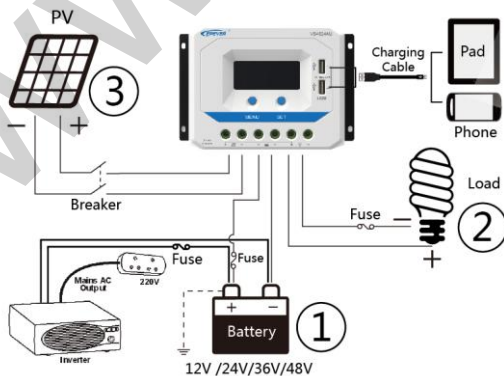

Рисунок 2 Схема и порядок подключения
(1) Подсоедините компоненты к контроллеру заряда в последовательности, показанной на рис. 2, и обратите особое внимание на «+» и «-». Не вставляйте и не вынимайте предохранитель из подключенной сети. При разборе системы последовательность должна быть обратной.
(2) После включения контроллера проверьте, включен ли LCD дисплей. В противном случае обратитесь к главе 6. **Всегда сначала подключайте АКБ**, чтобы контроллер мог распознавать напряжение системы.
(3) Предохранитель должен быть установлен как можно ближе к АКБ. Рекомендуемое расстояние в пределах до 150мм.
(4) Контроллер серии VS AU имеет положительное заземление. По мере необходимости все источники должны быть заземлены положительным проводом